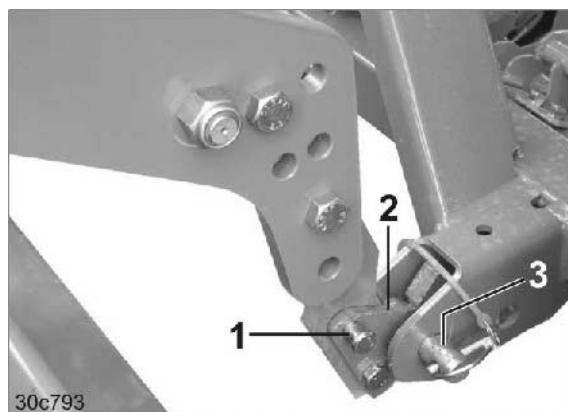

図 35
2. ロワーリンクフックから 2 本のピン（図 35/1）を抜き、ロックストラップ（図 35/2）を引き出します。
5. シードドリルのロワーリンクピン（図 35/3）にロワーリンクフックを掛けます。
6. ロックストラップ（図 35/2）をピン（図 35/1）で固定します。